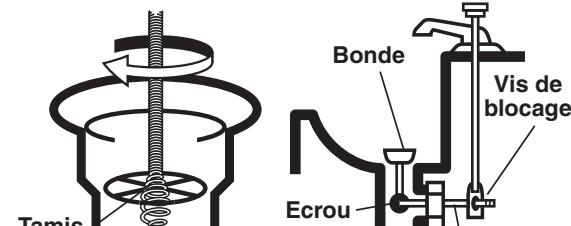

Figure 3
- Dans de nombreux cas, le câble peut être faufilé à travers le tamis (*Figure 3*).